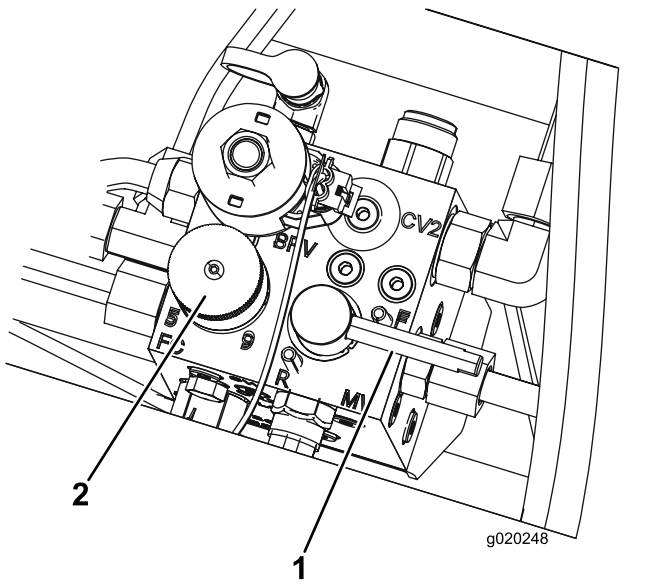

Figura 99
3. Mueva la palanca de autoafilado a la posición F (siega) (Figura 99).